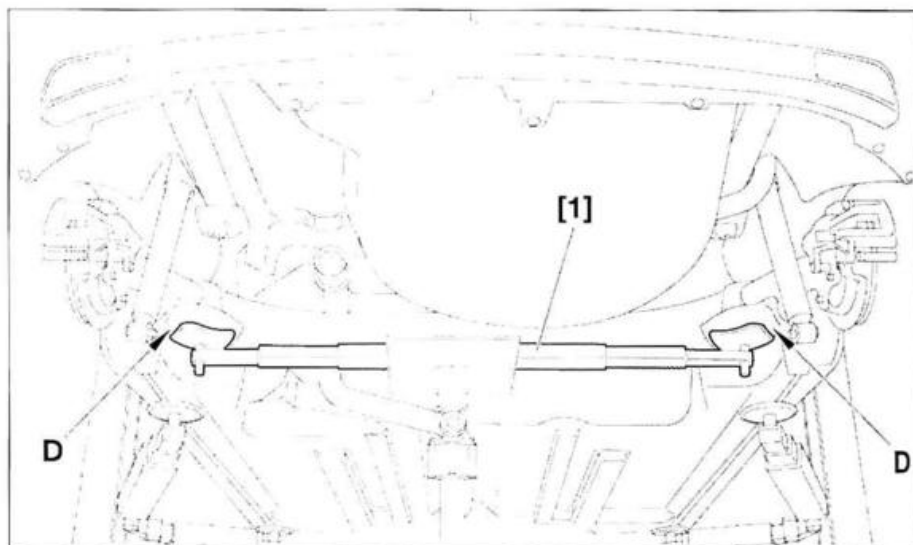

FIG. 37
- Disponer el travesaño del tren trasero horizontalmente con el útil de levantamiento [1] (hacer apoyo debajo de las copelas de muelle de suspensión en "D") (fig. 37).